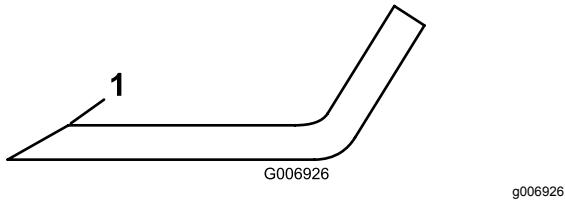

Figura 68
5. Inspecione as extremidades de corte de todas as lâminas. Afie as extremidades de corte se estas apresentarem sinais de desgaste ou ranhuras. Afie apenas a zona superior da parte cortante e mantenha o ângulo de corte original para garantir que está afiada (Figura 68).
6. Se apresentar sinais de desgaste ou ranhuras, afie apenas a zona superior da parte cortante enquanto mantém o ângulo de corte original (Figura 68).